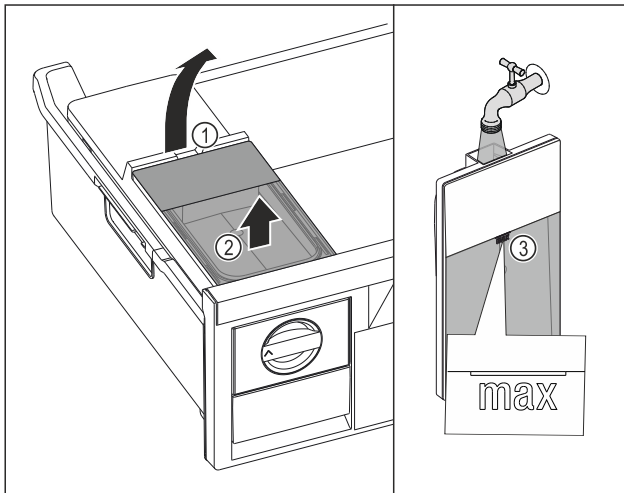

Fig. 81
- ▶ Підняти бак для води за заглиблення Fig. 81 (1).
- ▶ Вийняти бак для води рухом вгору. Fig. 81 (2)
- ▶ Наповнити бак для води питною водою до позначки Fig. 81 (3).